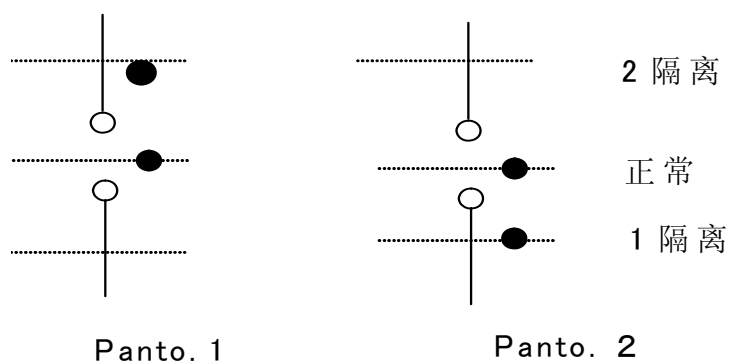

图 5-1 控制高压隔离开关的转换开关 SA96 示意图
- 1) 机械室电器柜内设置 1 个控制高压隔离开关的转换开关 SA96，如图 5-1。